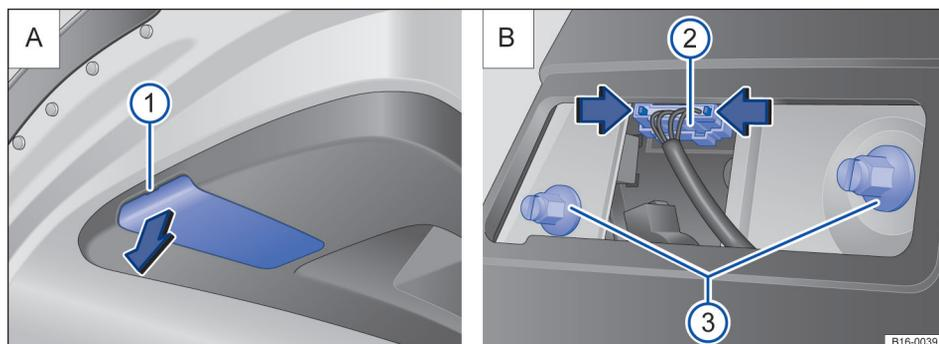

Fig. 199 A: en el capó del motor: desmontaje de la tapa del grupo óptico trasero, B: desmontaje del grupo óptico trasero.
3. Introduzca la punta plana del destornillador de las herramientas de a bordo (⇒ página 317) en el rebaje y desprenda la tapa con cuidado ⇒ fig. 199 A (1).
4. Oprima los encastrados del conector ⇒ fig. 199 B (2) en el sentido que indica la flecha y desaccople el conector.
5. Afloje las uniones atornilladas ⇒ fig. 199 B (3) y extraiga el grupo óptico trasero con cuidado del capó del maletero.
9. Con una mano sujete el grupo óptico en la posición de montaje y con la otra apriete los tornillos de fijación ⇒ fig. 199 B ③.
10. Acople el conector ⇒ fig. 199 B ② en el portalámparas.